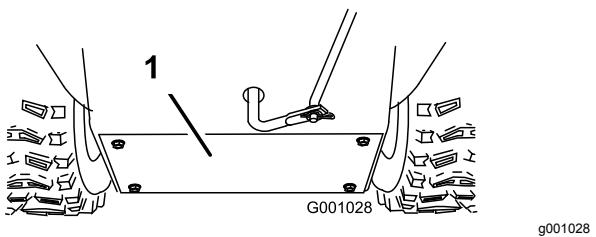

Figure 42
- Retirez le couvercle arrière (Figure 42).